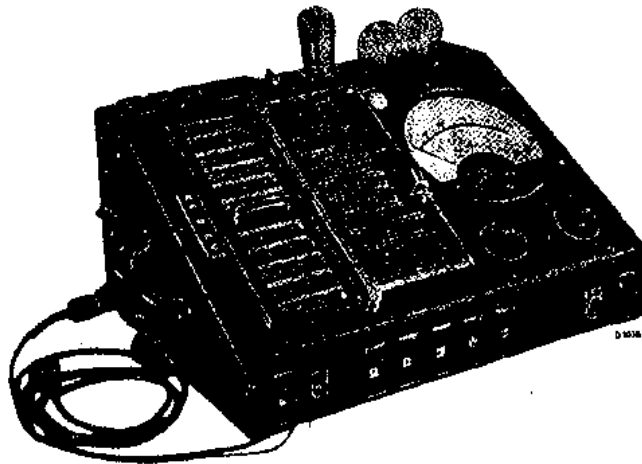

Fig. 5
2. Een outputindicator; het universeel meetapparaat 4256, zie fig. 5 of het aanpassingskastje G.M. 2295 met een gevoelig gelijkstroom instrument.
Het storingzoeken wordt ten eerste vergemakkelijkt door gebruik te maken van het Universeel Meetapparaat, aangegeven in fig. 5, zoodat dan de fouten volgens het „Point to Point” systeem gezocht kunnen worden. De meest voorkomende storingen zijn sluitingen in de bedrading en onderbreking in soldeerlasschen. Deze worden aangegeven als C. . en R. . kortgesloten of onderbroken. Probeer, alvorens een en ander los te solderen, of te demonteeren, eerst door metingen de oorzaak der storing te bepalen. Het is aan te bevelen om een apparaat, dat volgens opgave defect is, waarin echter geen fout gevonden wordt, gedurende eenige uren onder controle te laten staan en te observeren, zoodat men, wanneer de fout optreedt, deze gemakkelijk kan localiseeren. De handleiding is natuurlijk niet compleet, daar zich combinatiegevallen voor kunnen doen. Wordt een apparaat in reparatie gegeven, dan is de gang der bewerking bij voorkeur de volgende: